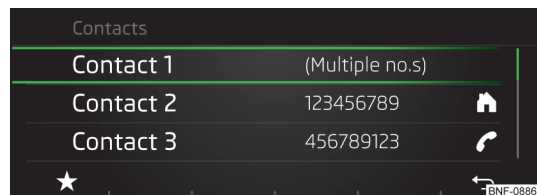

Рис. 110
► Натисканням функціональної кнопки ☆ » Рис. 110 відобразиться меню збереження вибраних контактів » Стор. 94, *Вибрані контакти*.